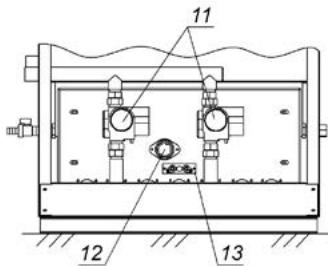

Рисунок 3. Внешний вид двухступенчатого котла ALFA COMFORT E v15.
11. Газовый клапан с автоматикой. Для котлов ALFA COMFORT E 75 v15; E 85 v15; E 95 v15 см. рисунок 3, расположен под лицевой панелью.